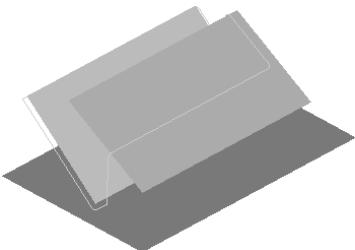
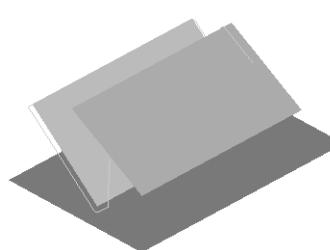

图 2-99 跟踪
图 2-100 提起
(3) 避免过切 用于检查所生成的轮廓刀具路径是否与模型发生过切现象，包括以下选项：
**【策略】:** 用于定义刀具路径避免过切的方法。其中“跟踪”是指在刀具轴线方向上，系统在所选择曲面的最低位置尝试刀具路径，如果不能生成，系统将刀具提起到底一个不过切位置生成刀具路径，如图 2-99 所示。“提起”指在刀具轴线方向上，系统在所选择曲面的最低位置尝试刀具路径，如果不能生成，系统将自动删除可能发生过切的刀具路径，如图 2-100 所示。